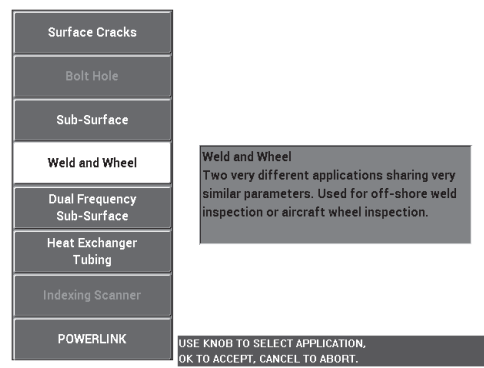

Figura 5-31 Aplicação de Weld and Wheel (solda em roda)
2. Pressione a tecla de menu ADV SETUP (  ) uma vez e, então, selecione **APPL SELECT** (tecla A) para abrir o menu aplicação de seleção. Selecione **Weld and Wheel** com o botão e, em seguida, pressione  para aceitar (veja Figura 5-31 na página 151).